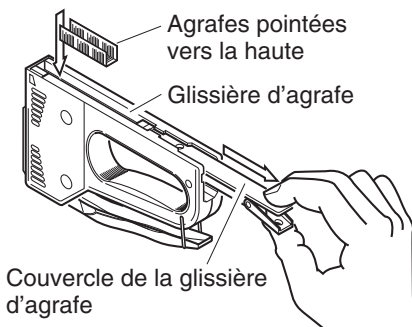

Figure 4
2. Retournez l'agrafeuse à l'envers. À l'arrière de l'outil, appuyez sur le loquet à l'extrémité de la glissière d'agrafes. (Voir la figure 4.) Tirer le couvercle de la glissière d'agrafes jusqu'à ce qu'il s'arrête. (Voir la figure 4.)
3. Placer les agrafes dans la glissière. Veiller à ce que leurs pointes soient dirigées vers le haut. (Voir la Figure 4.)